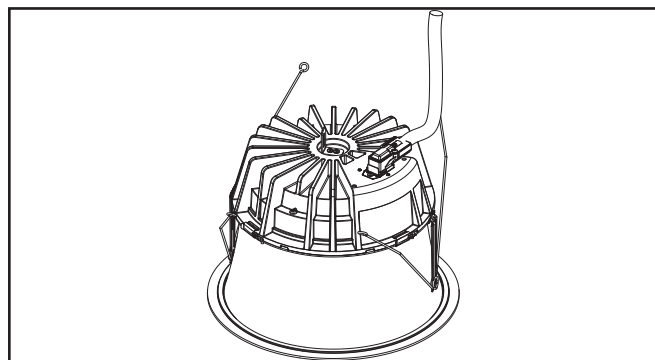

Figure 7.
3. Alignez correctement le connecteur comme indiqué (Figure 7). Branchez la prise de débranchement rapide du luminaire sur le module.